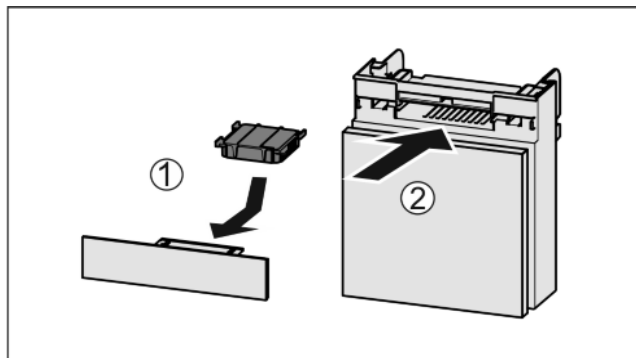

Fig. 45
- ▶ Inserire il vano Fig. 45 (2).